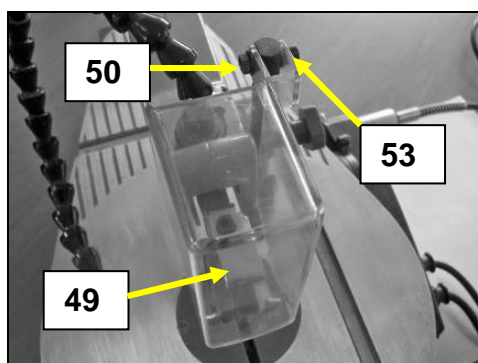

Fig 33
- Dévissez l'écrou M5 (50), ôtez la rondelle puis retirez la vis 6 pans creux (53) (Voir Fig 33).
- Remettez la vis (53), la rondelle, puis serrez l'écrou (50).